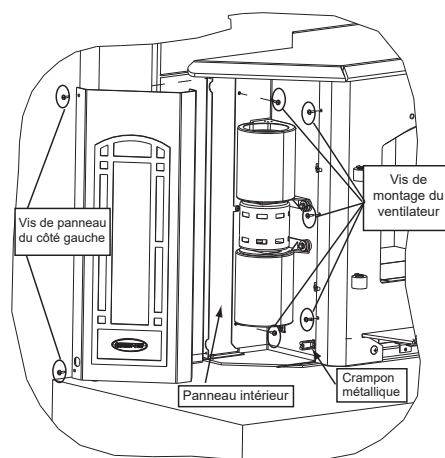

Figure 21.4
2. Glissez le montage du ventilateur avec le ventilateur fixé derrière la face et sécurisez avec les 5 vis fournies, 3 sur le côté droit et 2 sur le côté gauche (**Figure 21.4**).